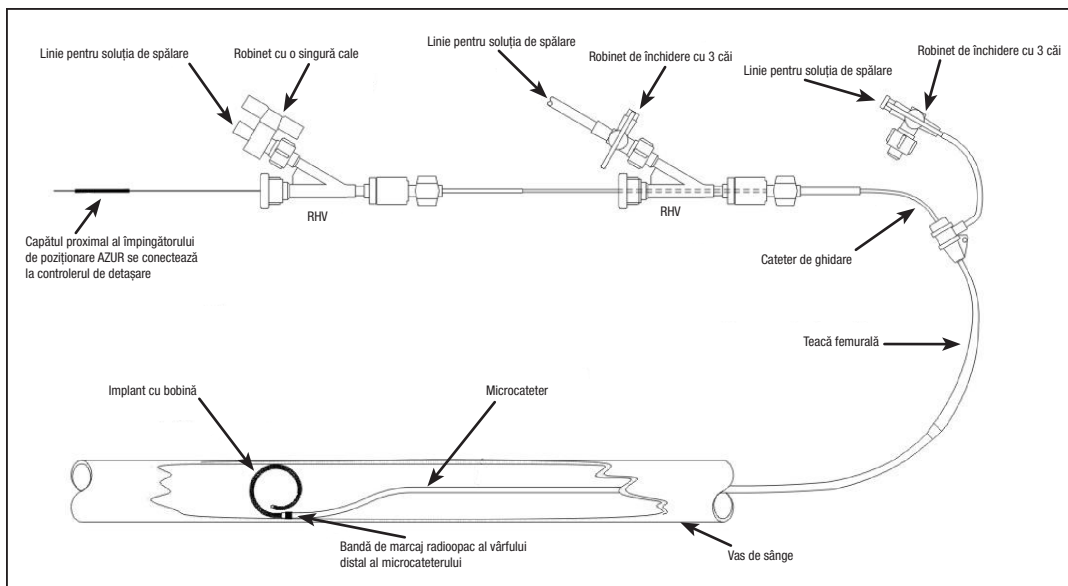

Figura 1 – Diagrama de configurare a sistemului AZUR
- **NU** utilizați împreună cu dispozitive cu radiofrecvență (RF).
1. Consultați Figura 1 pentru diagrama de configurare.
5. Folosind procedurile intervenționale standard, accesați vasul de sânge cu un cateter de ghidare. Cateterul de ghidare trebuie să aibă un diametru interior (DI) suficient de mare încât să permită injectarea substanței de contrast în timp ce microcateretul este deja poziționat. Acest lucru va facilita crearea unei cartografii fluoroscopice în timpul procedurii.